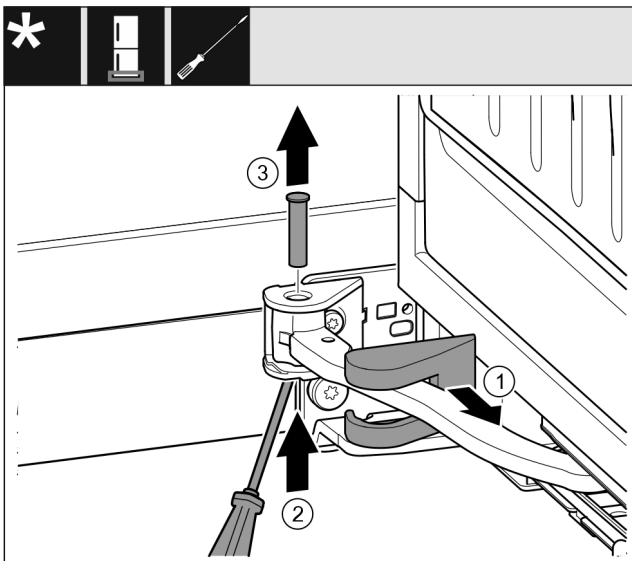

Fig. 15
- Noņemiet gultņa balsta pārsegu Fig. 15 (1) un bīdiat gar šarnīru.
- Paceliet no apakšas tapu Fig. 15 (2) ar skrūvgriezi.
- Izvelciet ārā tapu Fig. 15 (3) no augšas.